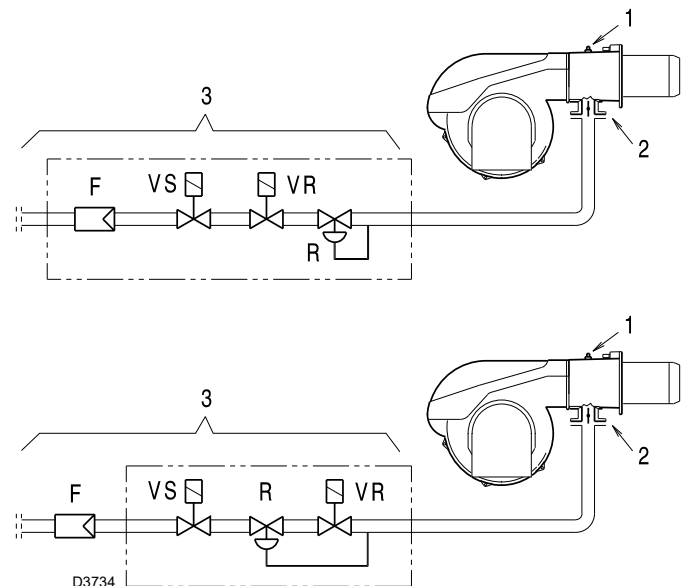

Fig. 23
Pression gaz mesurée à la prise 1)(Fig. 23 à la page 21), avec:
Perte de charge vanne papillon gaz 2)(Fig. 23 à la page 21) avec ouverture maximale: 90°
- soustraire de la pression du gaz à la prise 1)(Fig. 23 à la page 21) la pression de la chambre de combustion.
Pression de gaz à la prise 1)(Fig. 23) = 11,7 mbar
Pour connaître par contre la pression de gaz nécessaire à la prise 1) (Fig. 23), après avoir défini la puissance de modulation maximale à laquelle on désire faire fonctionner le brûleur:
- Lire sur la droite, colonne 1, la pression à la prise 1) (Fig. 23).
Pression nécessaire à la prise 1) (Fig. 23).